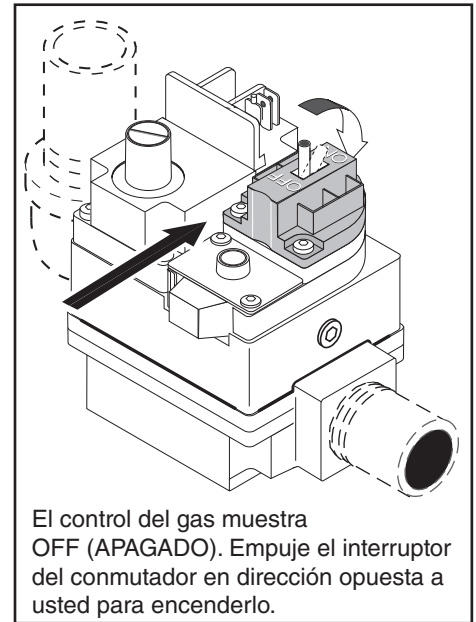

Figura 1.
6. **Válvula de palanca:** Tire de la palanca hacia usted para cerrar el gas; vea la Figura 1.
7. Espere cinco (5) minutos para que se despeje cualquier gas que haya quedado. Si hay olor a gas, **¡DETENGASE! Siga al paso B en las instrucciones de ANTES DEL ARRANQUE en la página 12. Si no hay olor a gas, continúe con el siguiente paso.**
4. **Válvula de palanca:** Tire de la palanca hacia usted para cerrar el gas; vea la Figura 1 en la página 13.